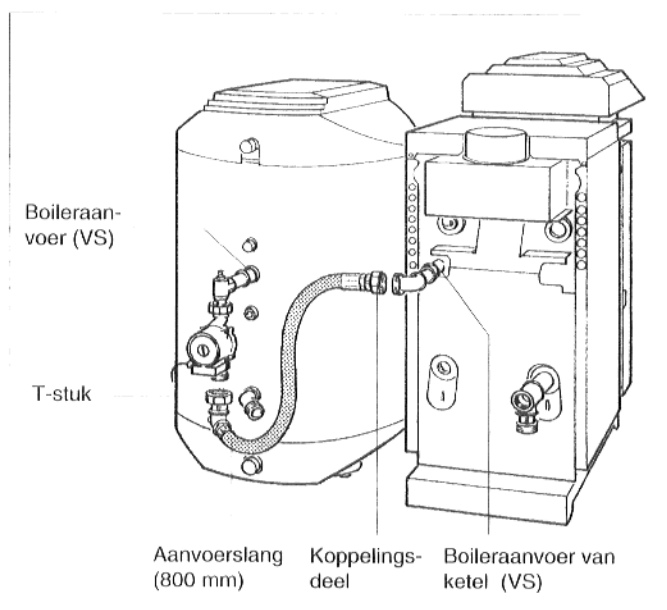

Afb. 6: Montage aanvoerslang, boiler links
- Langere slang (1050 mm) voor de aanvoer gebruiken: pakkingen aanbrengen, slang met T-stuk aan boileraanvoeraansluiting (VS) en met koppelingsdeel aan boileraanvoer van ketel (VS) vastschroeven (Afb. 6).